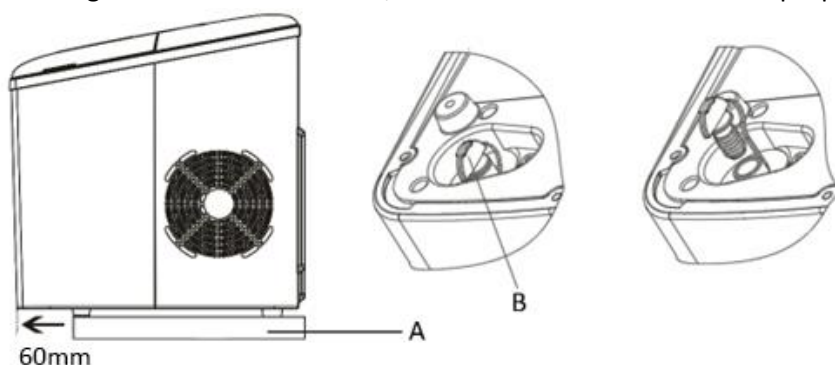

Fig. 4
Flyt apparatet fremad et sted 60 mm fra arbejdsbordet (A), og åbn afløbsproppen (B) for at dræne vandet. Du kan bruge en beholder til vandet, der drænes. Sæt derefter afløbsproppen ordentligt i igen. (Fig. 4)